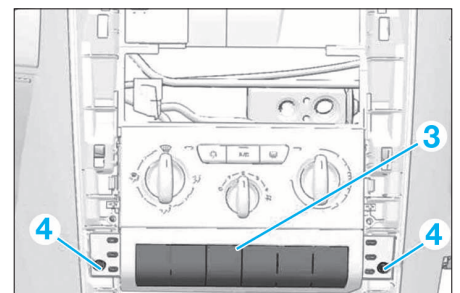

FIG. 6
- Déposer les vis (4) du panneau de commande (5) (Fig.6).